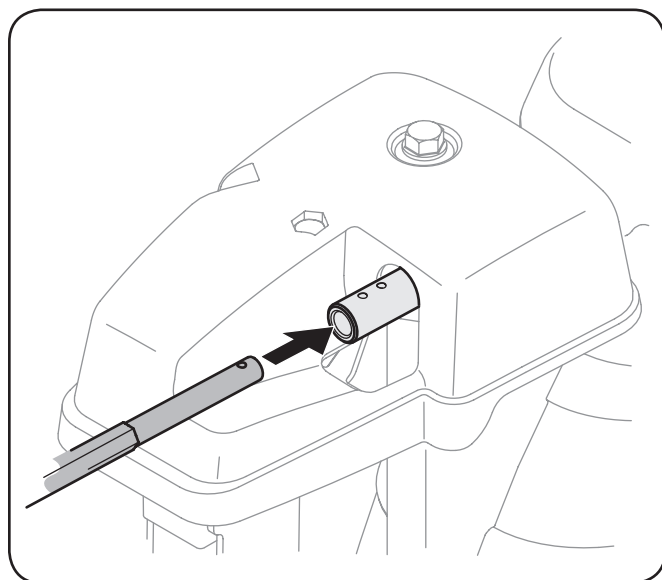

Figura 3-11
2. Inserte la varilla hexagonal dentro del cabezal de control del canal. Empuje la varilla tan lejos dentro del cabezal de control del canal como sea posible, manteniendo el orificio en la varilla hexagonal señalando hacia arriba. Vea la Figura 3-11.